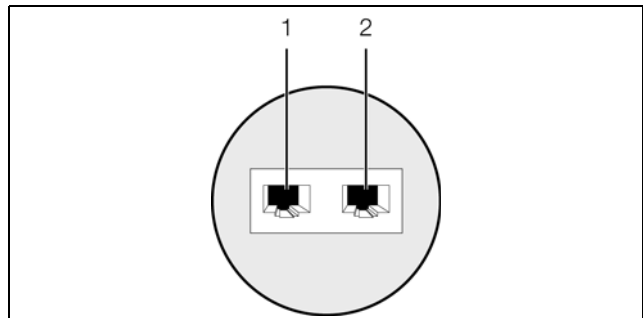

Рис. 3: Задняя сторона датчика дыма
- Соедините датчик дыма кабелем CAN-Bus с интерфейсом CAN-Bus Процессорного блока СМС III или с соседним компонентом в шине CAN-Bus (рис. 3, поз. 1).
■ При необходимости подключите ко второму, свободному интерфейсу CAN-Bus датчика дыма (рис. 3, поз. 2) следующий компонент (например, датчик другого типа).